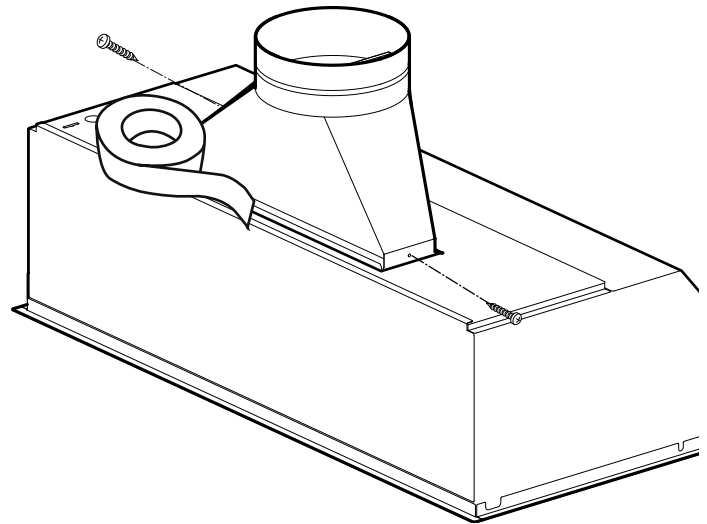

Figura 5: Conexión de la junta
3. Alinee los agujeros de montaje de la base del racor con los agujeros de montaje de la brida de 1/2 pulg. (13 mm) situada en la parte superior o trasera de la campana (Figura 5).
4. Sujete el racor a la campana con dos tornillos para chapa de 1 pulg. (25,4 mm) proporcionados con la campana (Figura 5).
5. Selle la junta entre el racor y la campana con cinta de aluminio (y NO con cinta para conductos) (Figura 5).